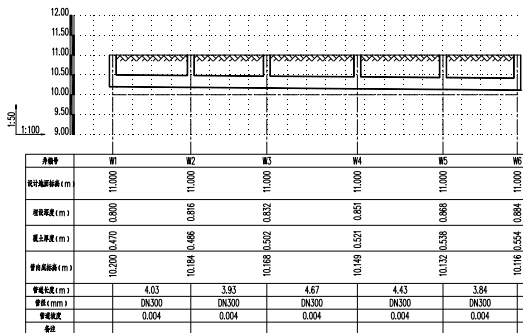

图 7-60 打开素材
① 按 Ctrl+O 组合键，打开配套光盘提供的“第 7 章/ 7.5.3 纵断标高.dwg”素材文件，结果如图 7-60 所示。
② 输入 ZDBG 命令按回车键，命令行提示如下：